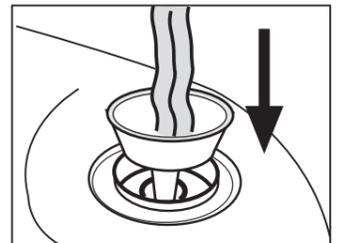

Fig. 2
- inserire l'imbuto (n) sul foro del serbatoio e riempirlo con acqua Fig. 2
- avvitare il tappo di carico acqua (3) sul serbatoio.